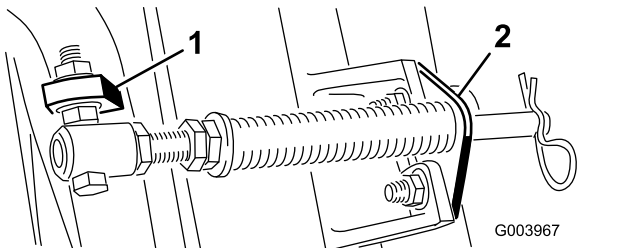

Figura 6
**Nota:** Posizionate la testa del bullone sul lato esterno dell'aletta, come illustrato nella Figura 6.
- D. Montate la staffa dell'asta sulle alette degli elementi di taglio usando i bulloni a testa tonda e i dadi (Figura 6).